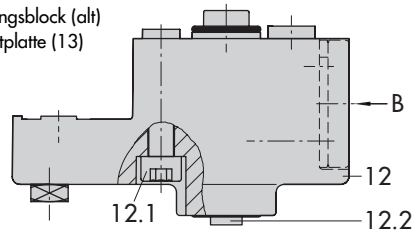

Bild 4 · Direktanbau – Stellendruckanschluss für Antrieb Typ 3277 mit 240, 350 und 700 cm²
1. Mitnehmer (3) an die Antriebsstange setzen, ausrichten und so festschrauben, dass die Befestigungsschraube in der Nut der Antriebsstange sitzt.
2. Abdeckplatte (10) mit schmaler Seite des Ausbruches (Bild 4 links) in Richtung zum Stelldruckanschluss befestigen, die aufgeklebte Flachdichtung (14) muss zum Antriebsjoch zeigen.
3. Bei Antrieben mit 700 cm² am Hebel **M** (1) auf der Stellungsreglerückseite den Abtaststift (2) aus Stiftposition **35** lösen und in die Bohrung für Stiftposition **50** umsetzen und verschrauben.
Beim **alten** Verbindungsblock (Bild 4 unten) muss die Schaltplatte (13) so gedreht werden, dass das entsprechende Antriebssymbol zur Pfeilmarkierung ausgerichtet ist.
7. Verbindungsblock (12) mit seinen Dichtungen an Stellungsregler und Antriebsjoch ansetzen und mit Befestigungsschraube (12.1) festziehen.